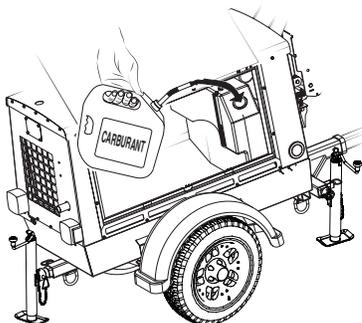

Figure 10. Ajouter du carburant
2. Soulever la porte d'accès de la tour lumineuse (Figure 10), du côté de la batterie/silencieux. Mettre le verrou de porte en place pour garder la porte ouverte (Haut).